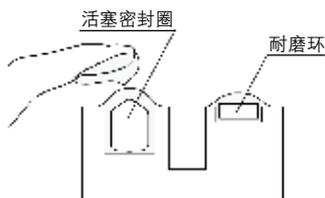
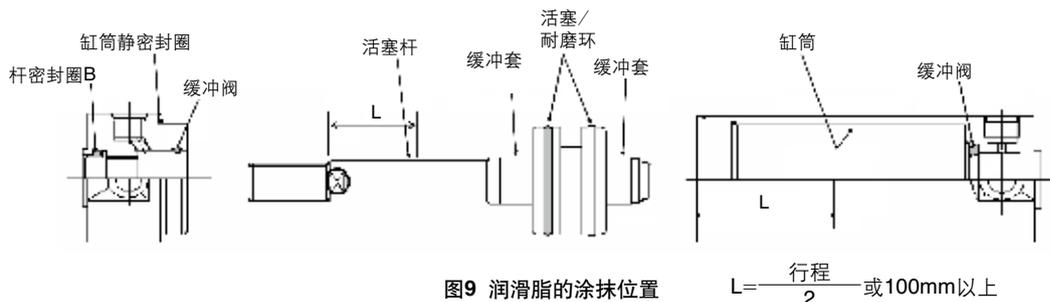

图7 活塞密封圈
图9 润滑脂的涂抹位置
- ③⑤活塞密封圈: 根据润滑脂涂擦要领,在密封圈槽内部和外周涂抹润滑脂。(参见图7)
- ④②缸筒静密封圈: 涂上薄薄一层润滑脂。
- 气缸各零部件: 对图9的各零部件涂抹润滑脂。